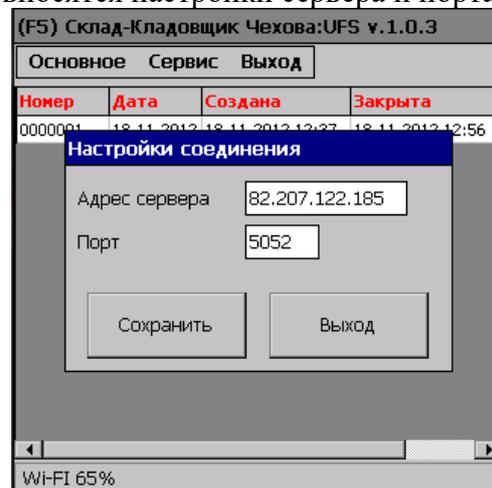

Рис. 8.4. Настройки соединения
- ✓ Настройки соединения – вносятся настройки сервера и порта (см. Рис. 8.4.)